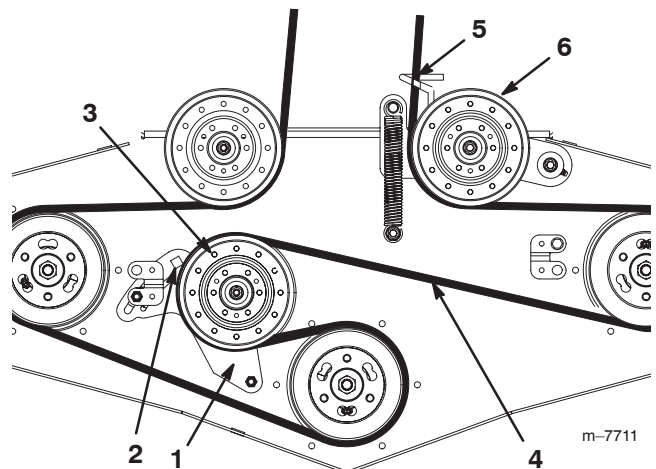

Figure 56
4. Desserrez le bras de la poulie de renvoi fixe pour détendre la courroie sur la poulie (Fig. 56).
6. Passez la courroie neuve dans le guide-courroie et sur les poulies (Fig. 56).